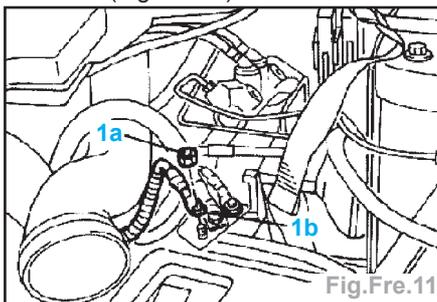

Fig.Fre.11
- Dévisser l'écrou (1a) et dégager le câble (1b) de la cosse positive de la batterie (Fig.Fre.11).